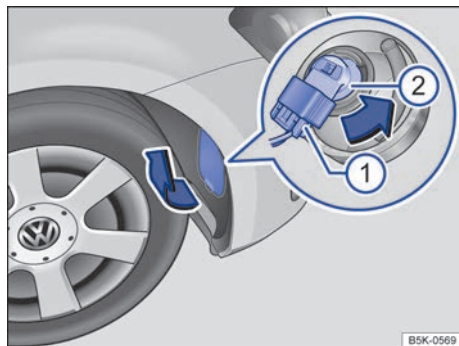

Fig. 193 En el guardabarros delantero derecho: cambio de lámpara en el faro.
3.	Desprenda la tapa del guardabarros con cuidado en el sentido de la flecha, en caso necesario haciendo palanca con la punta plana del destornillador de las herramientas de a bordo → fig. 193.
4.	Desbloquee el conector → fig. 193 ① y desacóplelo.
5.	Gire el portalámparas → fig. 193 ② en el sentido contrario al de las agujas del reloj (flecha), hasta el tope, y extraígalo junto con la lámpara hacia atrás.
8.	Acople el conector → fig. 193 ① al portalámparas → fig. 193 ②. El conector debe encastrar de forma audible.
9.	Coloque la tapa en el guardabarros → fig. 193.